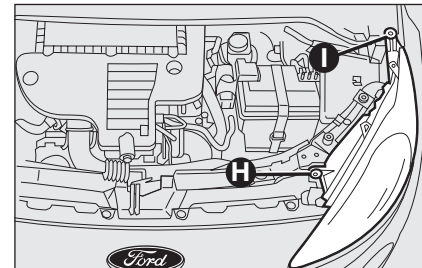

Abb. 14
- ☐ Die Motorhaube öffnen und die Schrauben **H** sowie **I** wie in **Abb. 14** gezeigt lösen.